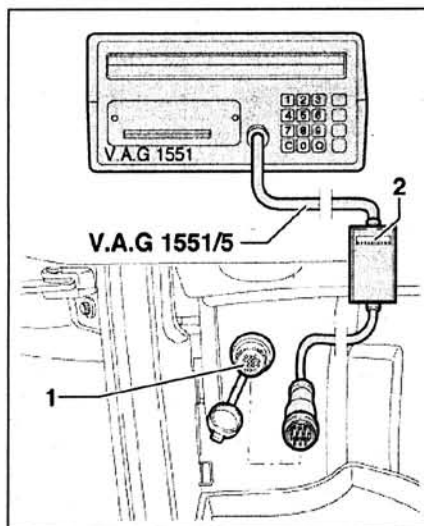

Рис. 7.68. Присоедините считыватель кодов неисправностей V.A.G 1551.
1. Присоедините считыватель кодов неисправностей V.A.G 1551 (рис. 7.68). На дисплее должна отобразиться следующая информация: